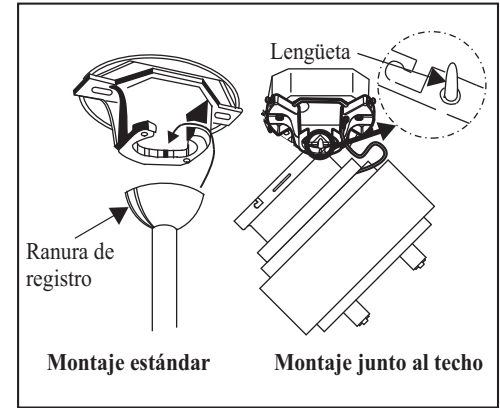

Figura 12
1. Pasa los cables de suministro de 120 Volts a través del orificio central en el soporte de montaje. (Figura 12)
4. Levante con cuidado el montaje del ventilador hacia el soporte del techo y cuélguelo en la lengüeta incluida utilizando uno de los agujeros del anillo exterior de la cubierta del techo. (Figura 12) Si utiliza un montaje estándar, asiente la bola colgante en el zócalo del soporte de montaje. Asegúrese de que la lengüeta del zócalo del soporte de montaje quede bien asentada en la ranura de la bola colgante. (Figura 12)
LA LENGÜETA MOSTRADA EN LA FIGURA 12 SÓLO SIRVE PARA EQUIBRAR EL VENTILADOR AL COLOCAR EL CABLEADO. SI NO SIGUE EL PROCEDIMIENTO DE LA FIGURA 12, PODRÍA PROVOCAR LA RANURA DE LA LENGÜETA Y EL VENTILADOR PODRÍA CAER. EL GANCHO DEBE PASAR DEL INTERIOR AL EXTERIOR DE LA CUBIERTA.